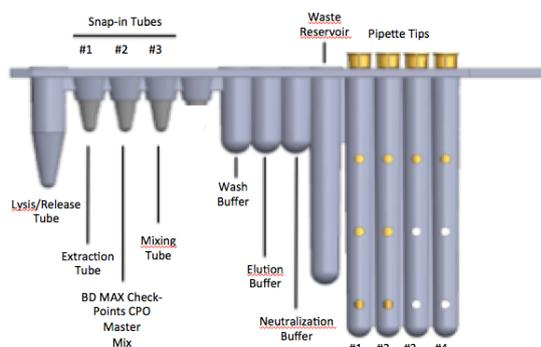

Figura 1: Inserire le provette d'estrazione BD MAX Check-Points CPO e le provette BD MAX Check-Points CPO Master Mix nelle strisce reagenti unitarie.
- Controllare che le strisce di reagenti siano riempite con la quantità adeguata di liquido (assicurarsi che i liquidi siano sul fondo delle provette) (si veda Figura 1).
- Controllare le strisce di reagenti per assicurarsi che tutti i puntali delle pipette siano presenti (si veda Figura 1).
5. Per ogni campione da saggiare, mettere una (1) striscia reagente unitaria sul rack del sistema BD MAX, partendo dalla posizione 1 del rack A.
6. Inserire una (1) provetta d'estrazione (foglio bianco) in ciascuna striscia reagente unitaria in posizione 1, come illustrato in Figura 1.
7. Inserire una (1) provetta Master Mix (foglio verde) in ciascuna striscia reagente unitaria in posizione 2, come illustrato in Figura 1.